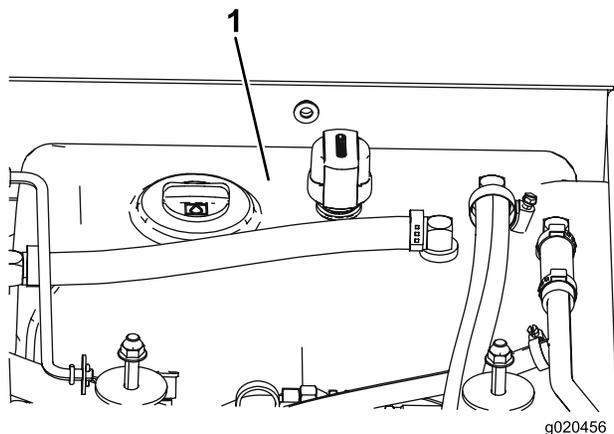

Figure 71
3. Remplissez le réservoir (Figure 71) de liquide hydraulique ; voir Contrôle du niveau de liquide hydraulique (page 28).